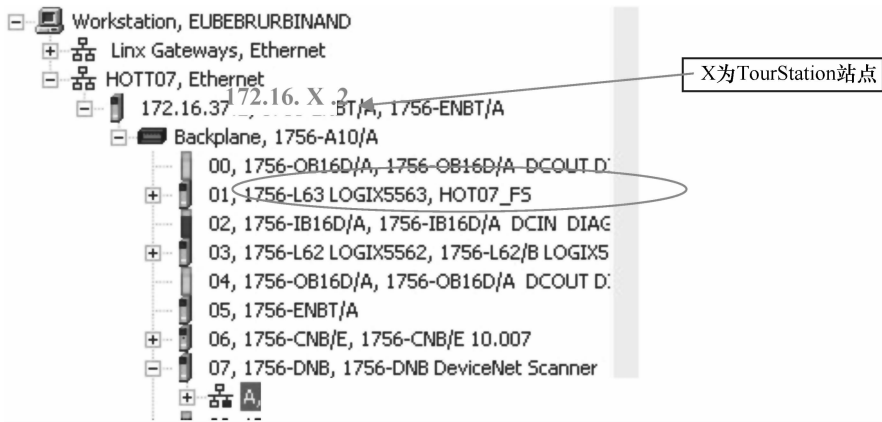

图 20-24 项目列表
1. 将 SLogix5000 项目下载到控制器，方法为在主菜单中选择“通信→在线节点”（Communications→Who Active），然后选择位于机架 1 槽中的 ControlLogix 控制器，如图 20-24 所示。